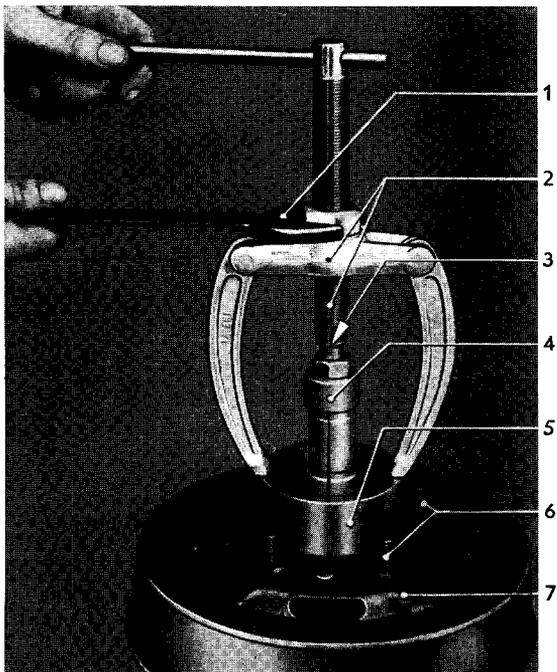

Bild 27 – Äußeren Laufring des äußeren Radlagers herausziehen
3. Äußeren Laufring (25/7) des äußeren Radlagers mit Einpreß- und Ausziehuntersatz (27/5) in Verbindung mit einem Kukko-Innenauszieher (27/4) und einer Kukko-Gegenstütze (27/2) aus Radnabe herausziehen (Bild 27).